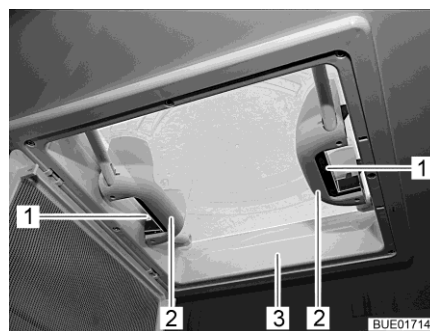

Fig. 26 Maniglia con oblò a scatto
- Premere la chiusura a scatto (Fig. 26,1) verso l'interno dell'oblò (Fig. 26,3). Premere contemporaneamente verso l'alto l'oblò con la maniglia (Fig. 26,2).
- Tirare con forza verso il basso le due maniglie (Fig. 26,3) dell'oblò (Fig. 26,2), fino all'innesto (Fig. 26,1) di entrambe le chiusure.